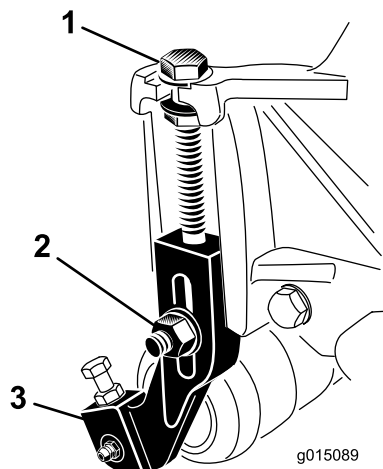

Figura 17
- 1. Afloje las contratuercas que fijan los soportes de altura de corte a las chapas laterales de la unidad de corte (Figura 17).